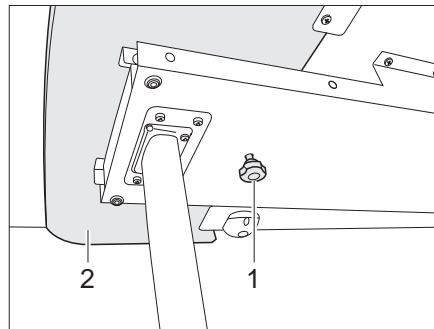
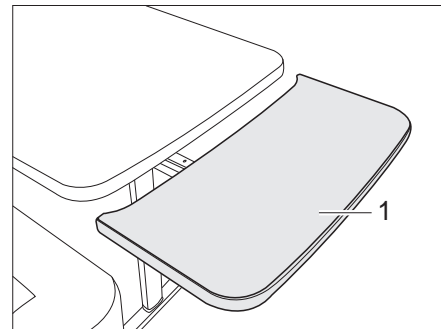

Fig. 90 Bloccaggio della prolunga del piano del tavolo
Fig. 91 Prolunga del piano del tavolo
- Svitare la vite a testa cilindrica zigrinata (Fig. 90,1).
- Estrarre la prolunga del piano del tavolo (Fig. 90,2) fino all'arresto (Fig. 91).
- Portare l'estensione del piano del tavolo (Fig. 91,1) verso l'alto formando un arco. L'estensione del piano del tavolo si trova al livello del piano del tavolo.
- Estrarre la prolunga del piano del tavolo (Fig. 91,1) fino all'arresto del piano del tavolo e premere verso il basso contro le molle di sostegno. La prolunga del piano del tavolo si abbassa formando un arco (Fig. 91).
- Stringere la vite a testa cilindrica zigrinata (Fig. 90,1).